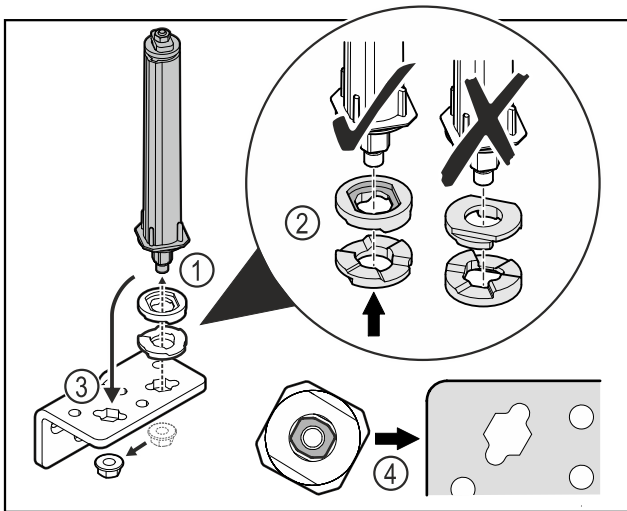

Fig. 35
- ▶ Povolte matici a odstraňte uzavírací systém dvířek Fig. 35 (1).
- ▶ Dbejte na správné vyrovnání výškově stavitelných podložek Fig. 35 (2).
- ▶ Přesaďte uzavírací systém dvířek v úhelníku závěsu a upevněte jej maticí Fig. 35 (3).
- ▶ Při nasazování dbejte na správné vyrovnání uzavíracího systému dvířek Fig. 35 (4).